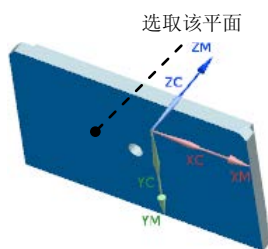

图 18.9 指定底面
(1) 单击“钻”对话框中 **指定底面** 右侧的  按钮, 系统弹出“底面”对话框。
(2) 在“底面”对话框中的 **底面选项** 下拉列表中选择 **面** 选项, 选取图 18.9 所示的面。
(3) 单击“底面”对话框中的 **确定** 按钮, 返回“钻”对话框。